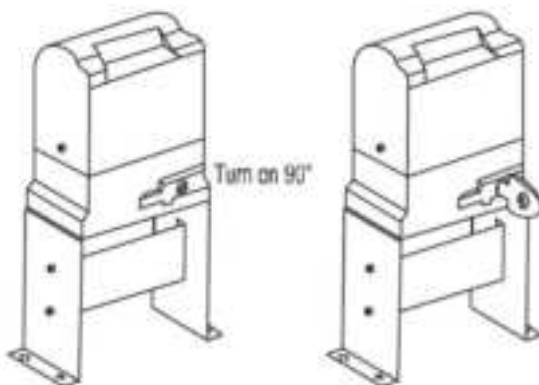

Figure 7
- e) Veuillez déverrouiller le moteur principal avant l'installation, la méthode de déverrouillage est la suivante : retirez le couvercle de la clé, insérez la clé et ouvrez la barre de déverrouillage manuel jusqu'à ce qu'elle tourne de 90" comme indiqué sur la figure 7. Tournez ensuite le pignon de sortie et le pignon peut être tourné facilement ;